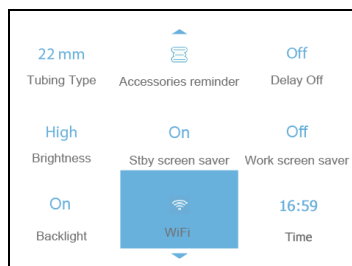
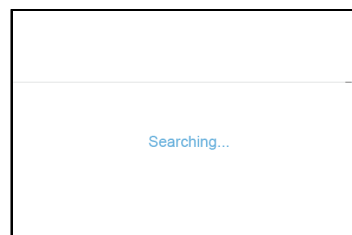

Fig. 16-5
Fig. 16-6
(2) Rotiți **butonul rotativ**  până când cursorul rămâne pe opțiunea „**WiFi**”, așa cum se arată în Fig. 16-5. Apăsați **butonul rotativ**  și va apărea interfața prezentată în Fig. 16-6. Așteptați 0-5 secunde pentru a accesa automat interfața de configurare „**WiFi**”.